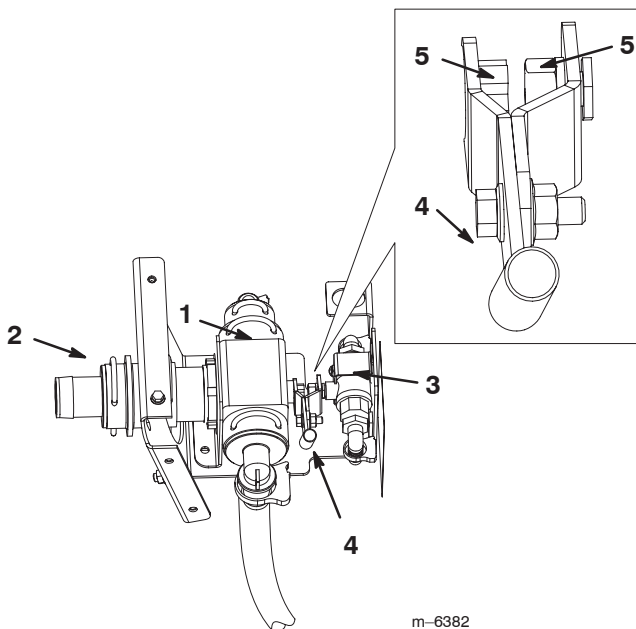

Figure 13
3. Retirez le raccord cannelé et le dispositif de retenue de l'ensemble distributeur de commande (Fig. 13).
2. Connectez l'extrémité de l'ensemble levier sur le petit ensemble clapet à bille au distributeur de commande (Fig. 13).
4. Montez l'ensemble distributeur de commande sur le support du boîtier de commande (Fig. 13) au moyen de 2 boulons à embase (1/4 x 3/4 pouce), sans serrer les boulons.
5. Montez le petit ensemble clapet à bille sur le support du boîtier de commande (Fig. 13) au moyen de 2 boulons à embase (1/4 x 3/4 pouce) et 2 écrous à embase (1/4 pouce), sans serrer les fixations.
6. Alignez l'axe des leviers sur chaque clapet et les clapets (Fig. 13). Il pourra être nécessaire de desserrer les colliers de fixation du débitmètre à la machine pour ajuster correctement l'ensemble.